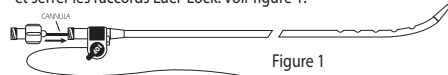

Figure 1
- Faire glisser le redresseur de queue de cochon le long de la partie distale du cathéter pour redresser la courbe avant de placer la canule de renfort dans le cathéter. Placer la canule de renfort dans le cathéter et serrer les raccords Luer-Lock. Voir figure 1.